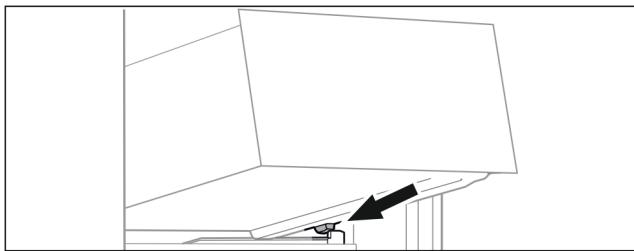

Fig. 100
- Nasadte zásuvku šikmo za zarážkami na rebro nádoby. (pozri Fig. 100)